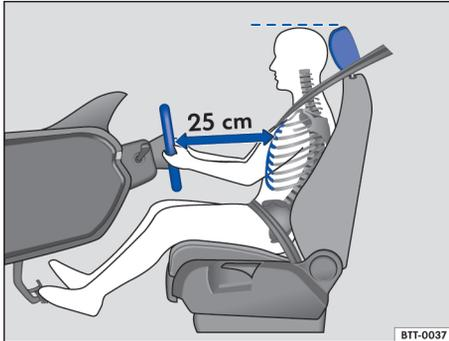
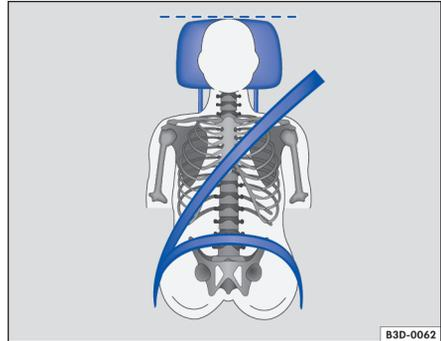

图 31 驾驶员与方向盘之间至少保持 25cm 的距离
图 32 安全带及头枕的正确调整位置
- 调整头枕，使头枕上缘与头顶等高，但勿低于眼睛，汽车行驶时脑后应尽可能贴近头枕 ⇒ 图 31 和图 32。
- 调整方向盘，使驾驶员胸部与方向盘之间至少保持 25cm 的距离 ⇒ 图 31，驾驶员稍弯肘双手即可握住方向盘的轮廓。